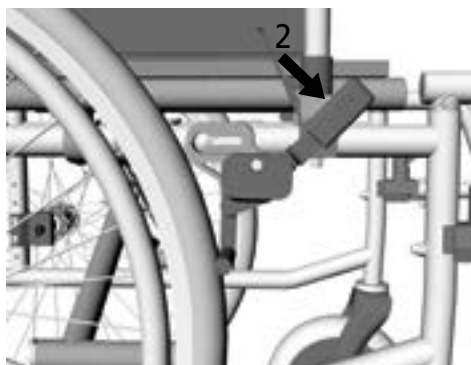

fig.13
2. Spingere ancora la leva del freno fino a percepire lo scatto (2, fig. 13).